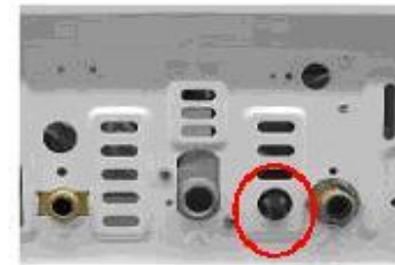

Рисунок 13
10.2 Завершив установку котла и убедившись в правильности подключения воды, заполните систему, отвернув кран заполнения системы (Рисунок 13) (Закройте кран, когда давление воды в системе достигнет 2 Атм.), и открыв запорные краны на подводах котла.